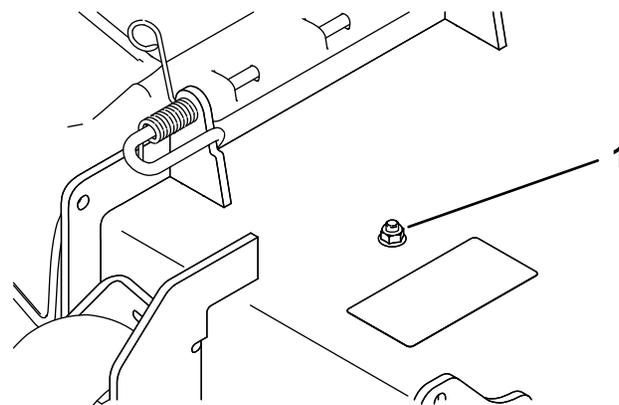
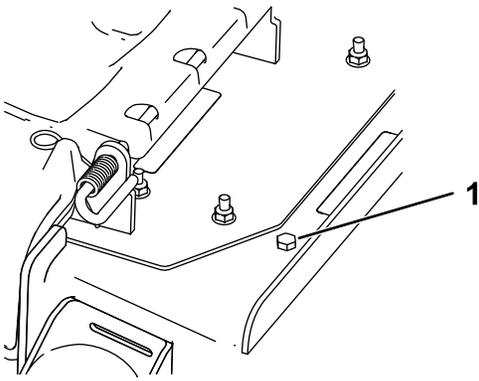

Bild 8
Bild 9
1. Nehmen Sie die Mutter und Schraube von der in Bild 8 oder Bild 9 abgebildeten Stelle ab.